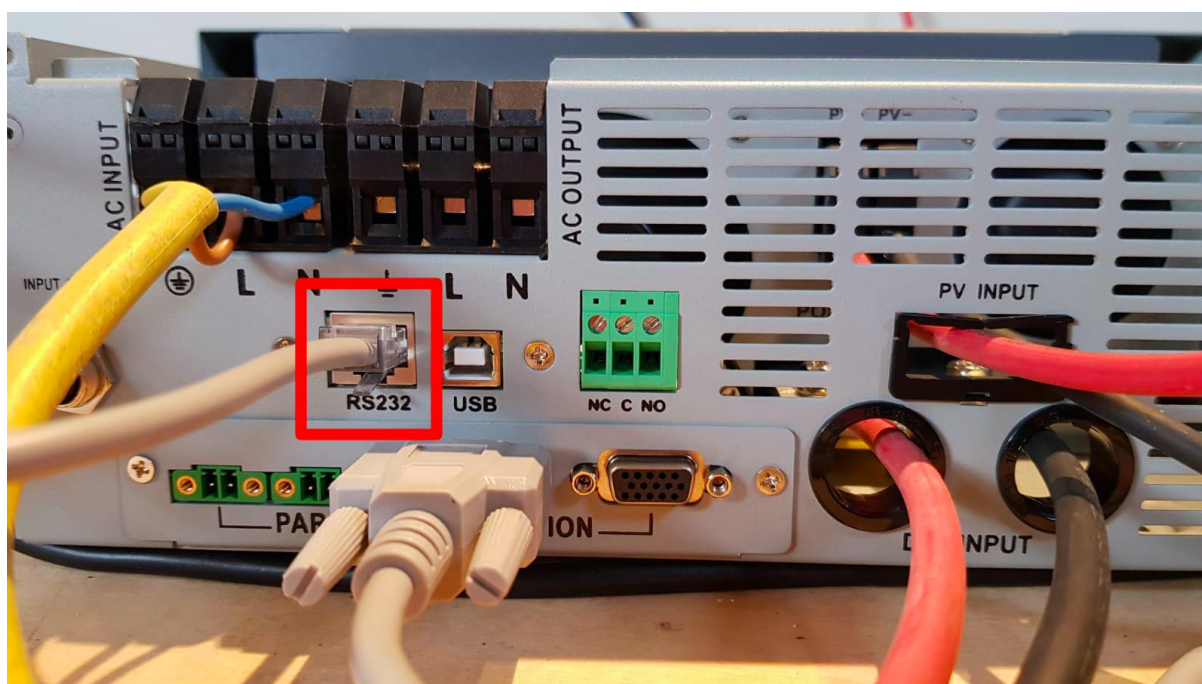

Figura 2: Conexión RJ45 a Solarix PLI
3. Como se muestra en la Figura 2, el extremo RJ45 del cable se conecta en el puerto con la etiqueta RS232 del Solarix PLI. En configuraciones con más de un Solarix PLI, el controlador UMC sólo se conecta al Solarix PLI maestro o en configuración trifásica como se comentó anteriormente.